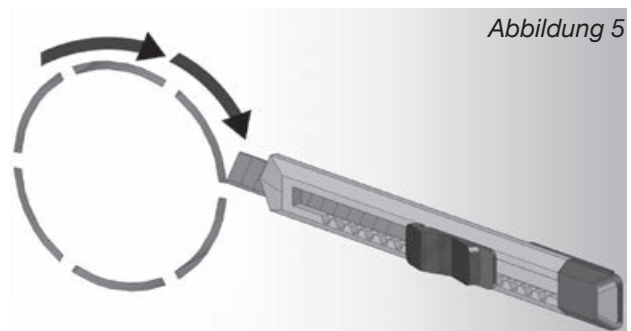

Abbildung 5
2. Schneiden Sie den perforierten Folienmantel mit einem Messer rund um die markierte Stelle aus (Abbildung 5).